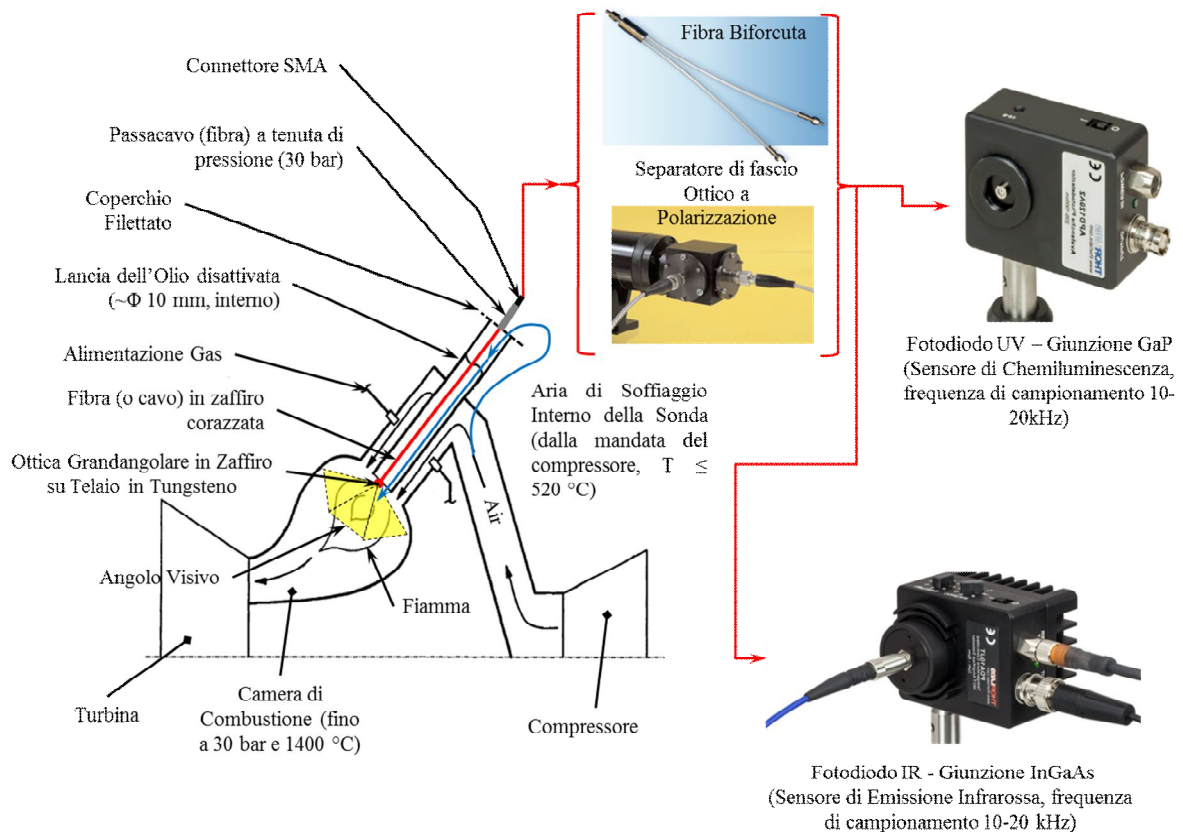

Figura 1
In una prima forma realizzativa, nel seguito "Esecuzione 1" (Figura 1), partendo dal lato in cui la "Sonda" si affaccia all'interno della camera di combustione, la catena di misura ottica dovrà comporsi di:
1. Una micro-ottica grandangolare in zaffiro, del diametro di circa 10 mm [per una misura più precisa vedere Allegato A)], ed angolo visivo di 97 gradi. Le lenti dell'ottica dovranno subire trattamento Anti Riflesso (AR) efficace nell'intero campo di lunghezze d'onda 250-4500 nm e resistente alla temperatura di esercizio prevista (520 °C), con picchi occasionali di 1400 °C, ciascuno della durata di 1 min., durante i fenomeni di "flame-flashback". È preferibile che la corretta focalizzazione del fascio ottico captato dalla "Sonda" internamente alla sezione terminale della fibra ottica trasmittitrice (designata come "Fibra corazzata in zaffiro" in Figura 1), sia verificata tramite simulazioni numeriche. La massima percentuale ammessa di "raggi dispersi" sarà del 5-7%, per incidenza al limite del campo visivo. L'esecuzione di detta verifica, opzionale, darà diritto ad una quota parte del punteggio assegnato all'offerta del "Fornitore", secondo quanto descritto nel "Disciplinare di Gara".
Come requisito opzionale è richiesto al "Fornitore" di generare (eventualmente avvalendosi di uno studio di progettazione esterno), tenuto conto dei materiali ottici impiegati, le caratteristiche di risposta spettrale "attese" dell'intera catena di misura: dall'ottica grandangolare, fino alle estremità dei rami della "Fibra Biforcata" o delle fibre uscenti dal "Separatore di Fascio Ottico a Polarizzazione" (Figura 1). Le suddette caratteristiche dovranno essere riferite ad un numero minimo di cinque (5) diversi angoli di incidenza, inclusi la mezzeria (0°), le due bisettrici del semi campo ($\pm\theta/4$) e gli estremi ($\pm\theta/2$) del campo visivo θ . La massima attenuazione ammissibile per l'insieme del "Complesso Assemblato" e del "fiber splitter" o "beam splitter" [dall'ottica grandangolare in zaffiro, all'estremità dei rami uscenti dal separatore di fascio ottico (Figura 1)] non dovrà superare il 65 % nell'intero campo di lunghezze d'onda 250-4500 nm, e per qualsiasi angolo di incidenza interno al campo visivo.
Quale ulteriore requisito opzionale è richiesto al "Fornitore" di eseguire, eventualmente avvalendosi di un laboratorio esterno certificato, la caratterizzazione della catena di misura ottica (estesa a tutte le parti di cui al punto precedente, anche quelle eventualmente escluse dalla simulazione), ossia la verifica sperimentale delle capacità di focalizzazione e delle caratteristiche di risposta spettrale "attese". La massima attenuazione ammissibile per l'insieme del "Complesso Assemblato" e del "fiber splitter" o "beam splitter" [dall'ottica grandangolare in zaffiro, all'estremità dei rami uscenti dal separatore di fascio ottico (Figura 1)] non dovrà superare il 65 % nell'intero campo di lunghezze d'onda 250-4500 nm, e per qualsiasi angolo di incidenza interno al campo visivo. La disponibilità a produrre la caratterizzazione di cui sopra, darà diritto ad una quota parte del punteggio assegnato all'offerta del "Fornitore", secondo quanto descritto nel "Disciplinare di Gara".
- Allestire, eventualmente presso un'officina meccanica esterna, la prova idraulica per del "Complesso Assemblato" in tutte le sue parti, secondo i dati di progetto elencati in Figura 1. Il Fornitore ne darà evidenza inoltrando a Sesta Lab il certificato di avvenuta prova idraulica.
Il collaudo congiunto del "Complesso Assemblato", nelle condizioni di pieno carico del combustore (vedere temperature e pressioni operative riportate in Figura 1), presso Sesta LAB.